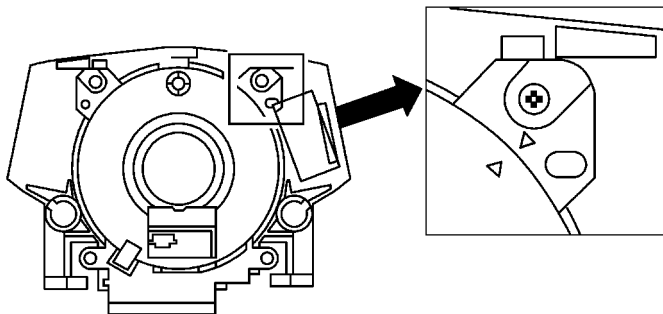

图 9-5 螺旋电缆调整标记
3) 如图 9-5 所示, 将螺旋电缆的标记对准外壳上的标记。